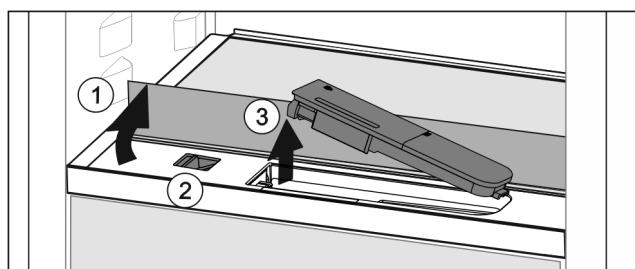

Fig. 57
- Поднять стеклянную панель и откинуть до упора назад Fig. 57 (1).
- Сдвиньте ползунок Fig. 57 (2) влево.
- Вынуть бак для воды Fig. 57 (3).